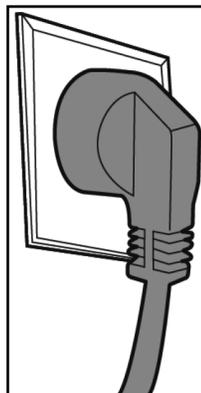

Рис. 12
9. Подключите электрокабель питания к сети (рис. 12).